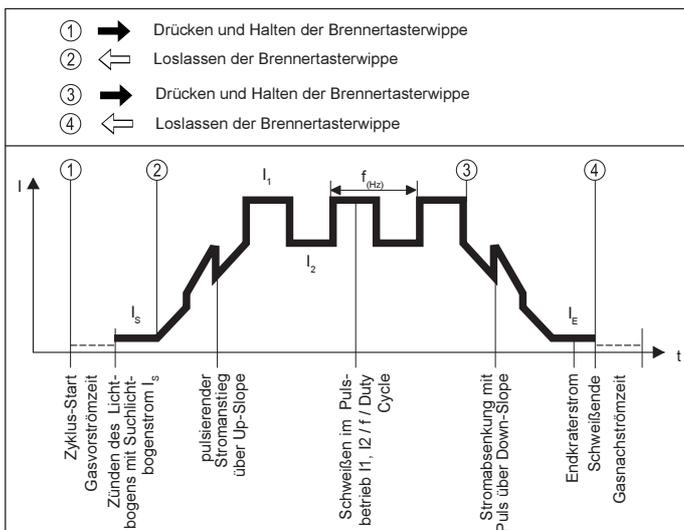

Abb. 14 Funktionsablauf im Pulsbetrieb mit TR 50mc (4-Takt)
- Die Pulsphase beginnt beim 4-Taktbetrieb im Up-Slope bereits nach dem Loslassen der Brenntaste. Wie aus Abb. 14 ersichtlich, wird in der Absenkphase gepulst.